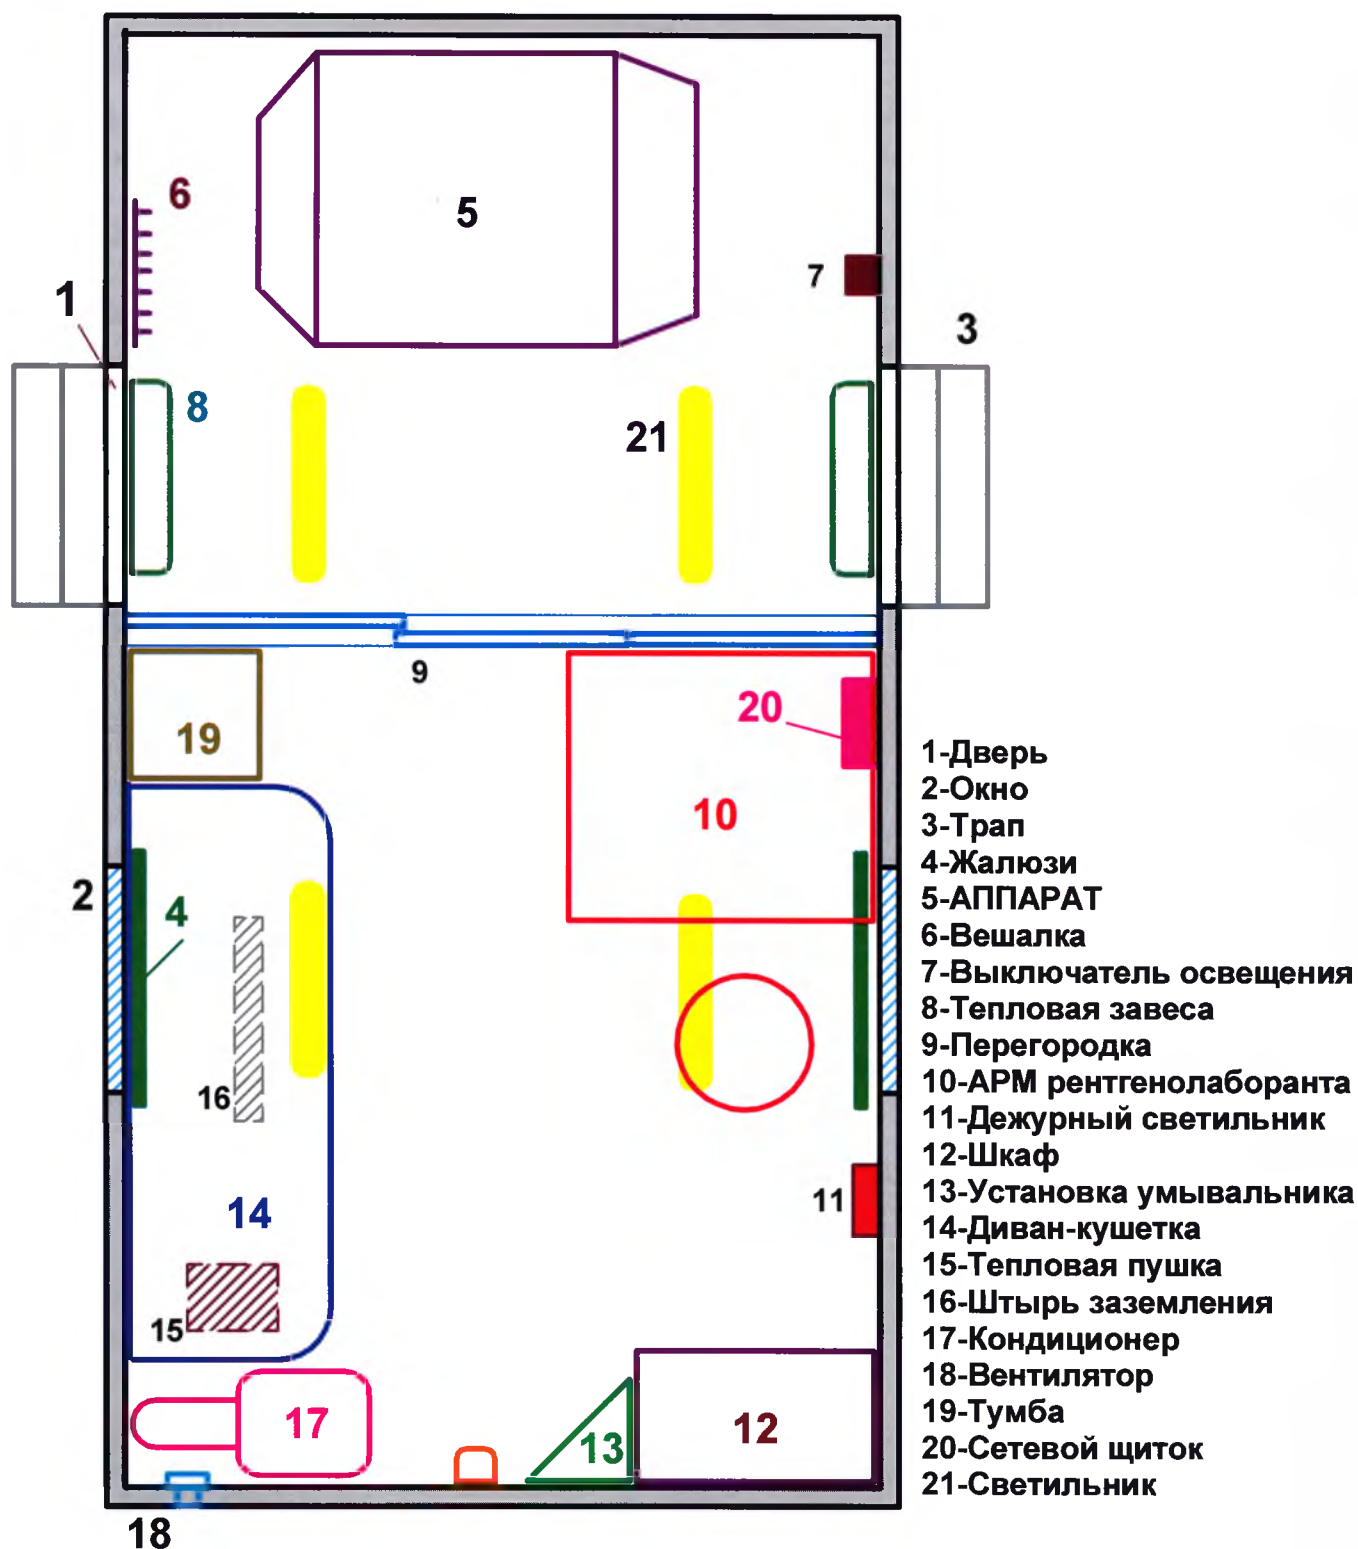

Рисунок 2 – Расположение оборудования в КАБИНЕТЕ
3.1 КАБИНЕТ представляет собой медицинское помещение в кузове-фургоне, установленного на шасси автомобиля (рис.1), оснащенное системой жизнеобеспечения и соответствующего дополнительного оборудования (рис.2)
Схема расположения оборудования в КАБИНЕТе показана на рис. 2